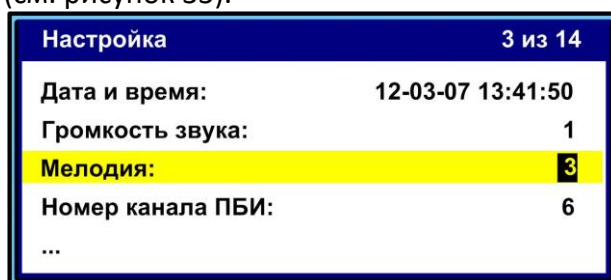

Рисунок 33 – Режим корректировки номера мелодии
4.10.8.1 В режиме ожидания нажать кнопку **[*]** и выбрать пункт меню «**Настройка**» → «**Мелодия**» и нажать кнопку **[Режим]**. Аппарат переходит в режим корректировки номера мелодии, звучащей по завершении испытания (см. рисунок 33).